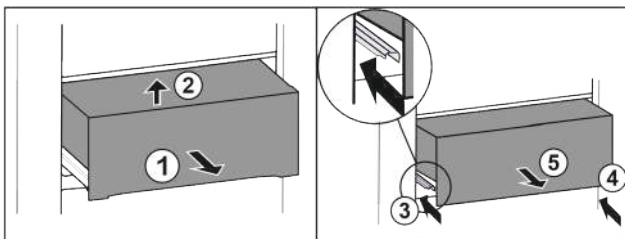

Fig. 24
- ▶ Витягніть ящик на половину Fig. 24 (1).
- ▶ Підняти вперед Fig. 24 (2).
- ▶ Вставити ліву рейку Fig. 24 (3).
- ▶ Вставити праву рейку Fig. 24 (4).
- ▶ Вийняти висувний ящик рухом вперед Fig. 24 (5).